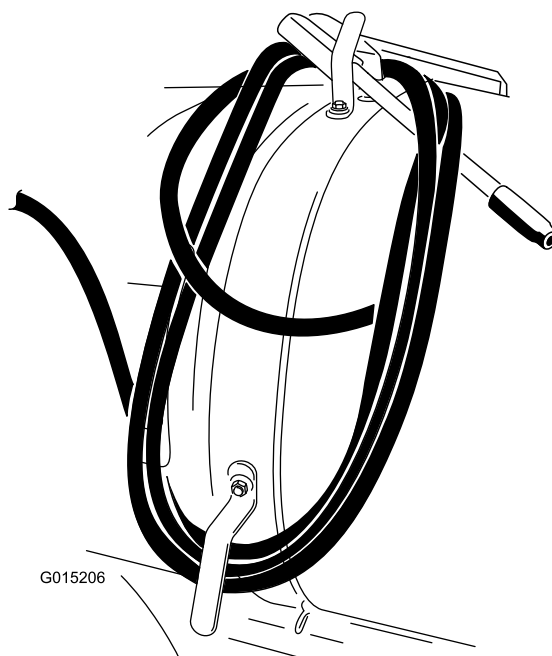

Figura 14
- Enrolle la manguera en los ganchos del depósito y sujete la pistola según se muestra en Figura 14.